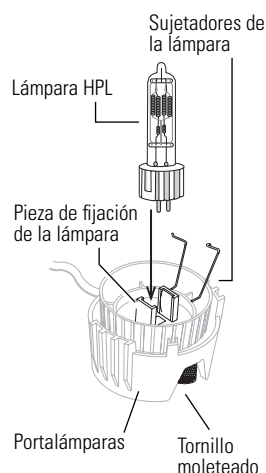

Figura 3
4. Alinee los lados planos de la base de la lámpara con las piezas de sujeción a cada lado del portalámparas. Ver la **Figura 3**.